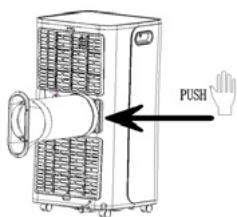

Bild 1
1.1 Installieren Sie die Einheit des Heizschlauches (wie das Bild 1 zeigt): verschrauben Sie die Einheit des Heizschlauches (extremer Teil des Auspuffschlauches) in dem Konnektor des Auspuffschlauches in das hintere Panel.